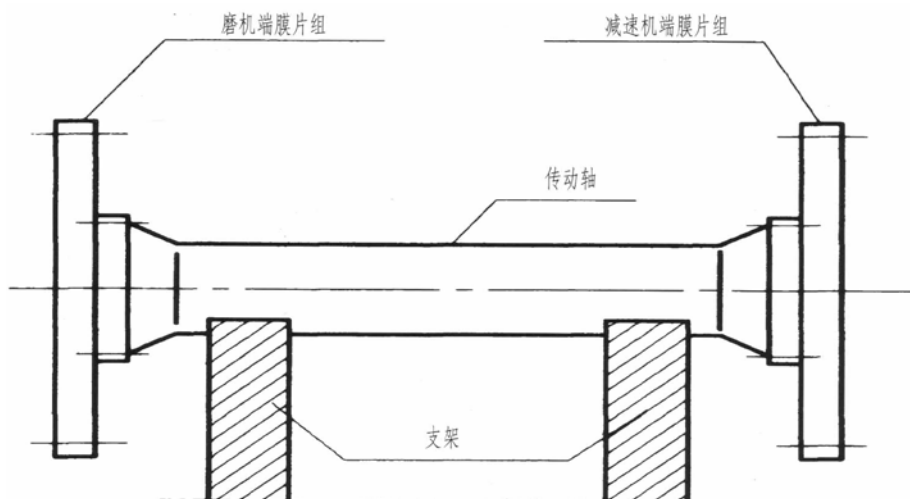

图 3-1 水平放置
2.2 将传动轴水平地放在支架上，对准同位印记，分别装好两端膜片组和压板（见图 3-1），拧紧铰制螺栓，拧紧前在螺纹处涂粘结剂防松。（此工序可在主减速机下箱体就位后进行。将其装好后按图 3-1 放在减速机与磨机基础之间的地面）。